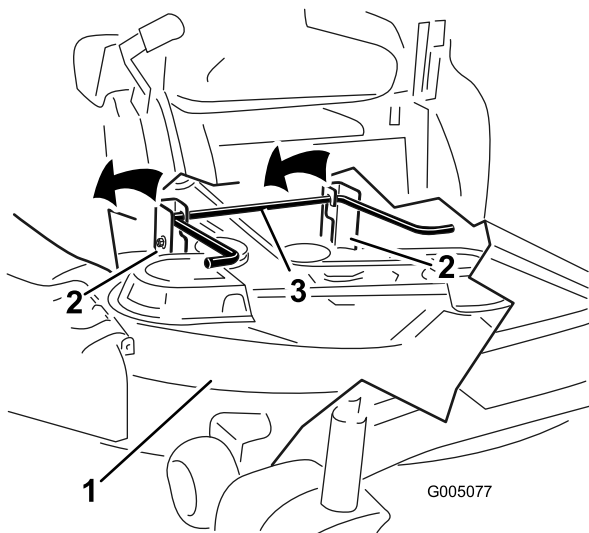

Figura 57
5. Eleve la carcasa de corte y desenganche la varilla de elevación trasera de los soportes, y baje el cortacésped con cuidado al suelo (Figura 57).
5. Eleve la parte trasera de la carcasa de corte y coloque los soportes sobre la varilla de elevación trasera (Figura 57).